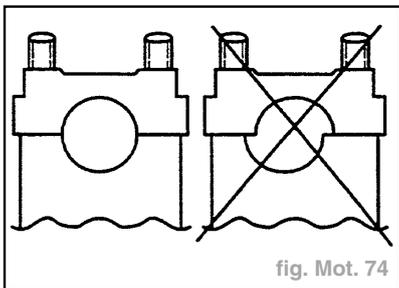

fig. Mot. 74
- Poser les chapeaux de paliers en tenant compte de la position excentrée de leur alésage (fig. Mot. 74).